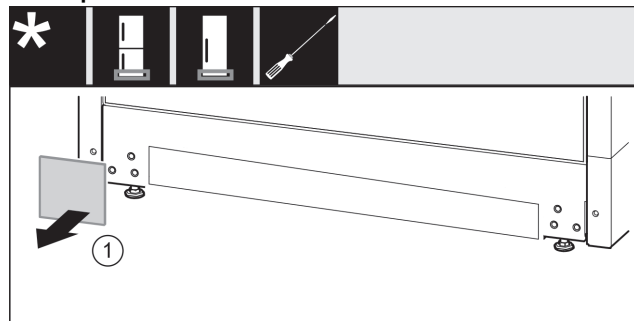

Fig. 24
- ▶ Snemite pokrov. Fig. 24 (1)